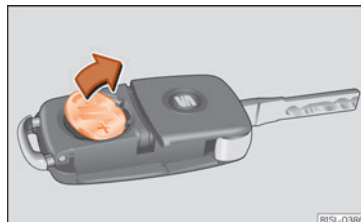

Fig. 66 Bilnøgle: udtagning af batteri
- Vip batteriet ud af batterirummet med en egenst, tynd genstand »» Fig. 66.
- Sæt et nyt batteri i som vist på billedet »» Fig. 66, og tryk det ind i batterirummet modsat pilens retning »» ❷.